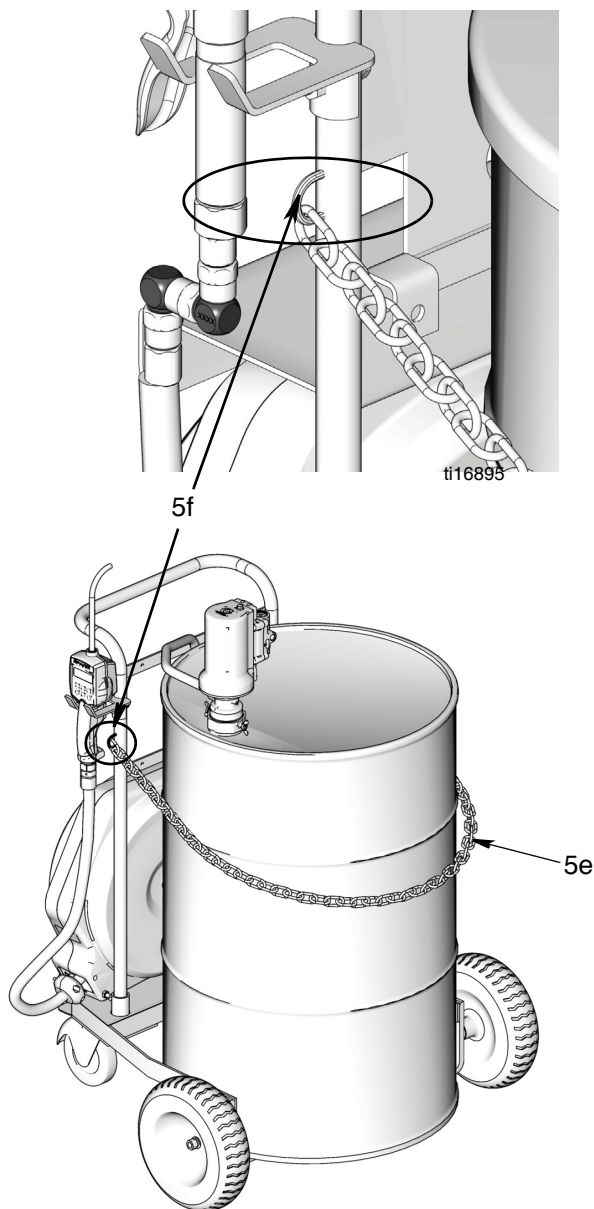

Рис. 34
7. Обмотайте цепь (5e) вокруг бочки, как показано на Рис. 34. Выберите цепь, длина которой соответствует размеру бочки. Закрепите концы цепи в двух проушинах (5f).